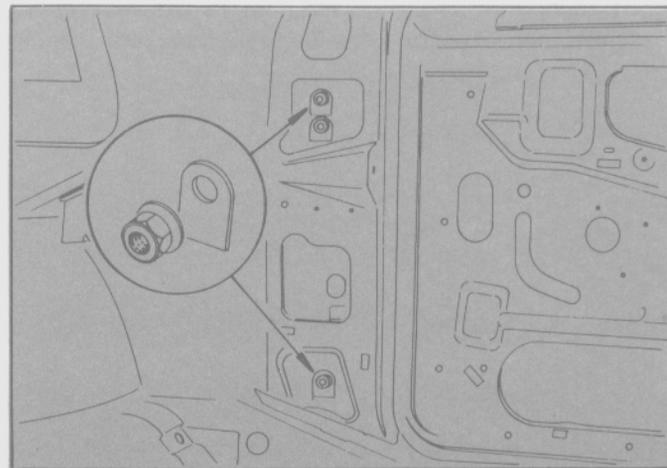

Fig. 99
- Montar la puerta y alinearla (Fig. 99). Asegurarse que su ajuste y separación con las partes adyacentes sean correctos.